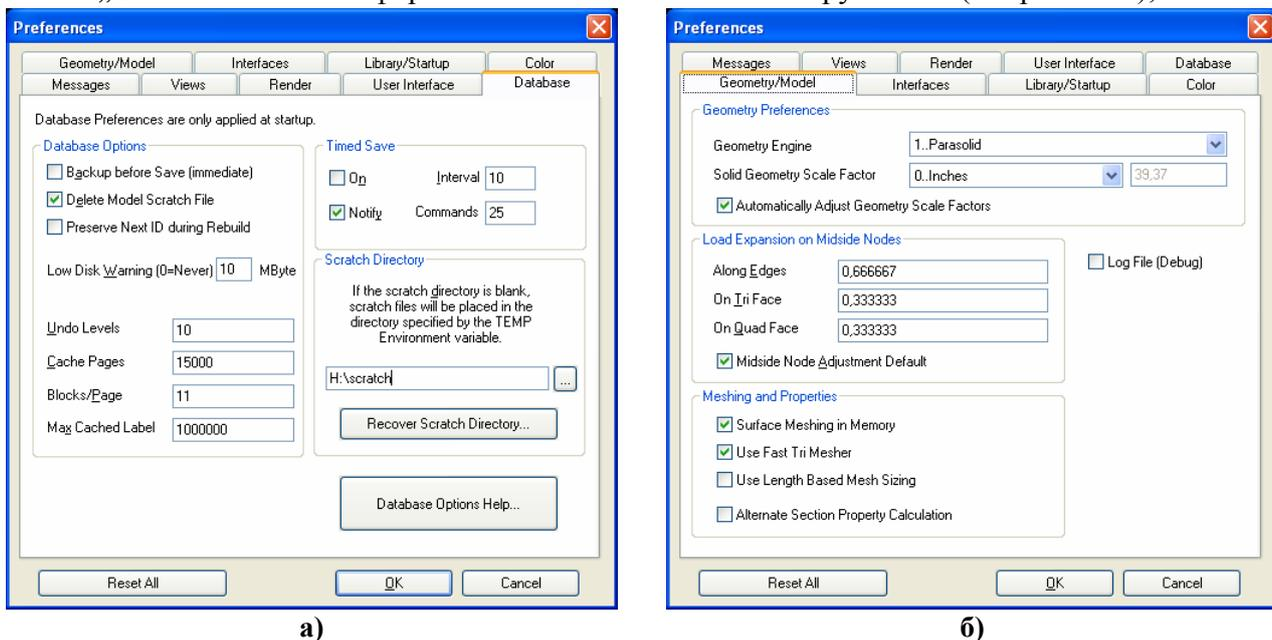

Рис.1.6. Диалоговые панели настраивания: а) – базы данных и параметров запуска; б) – параметров геометрического ядра и импорта геометрии
- „**Database**” – настраивание взаимодействия FEMAP с файлом данных проекта *.mod (см. рис.1.6-а). Опция „**Backup before Save (immediate)**” указывает на создание резервной копий файла данных проекта. Опция „**Delete Model Scratch File**” указывает на то, что временная копия файла данных проекта будет удаляться при завершении работы программы. Использование этих опций увеличивает надежность в работе с проектом. Параметр „**Low Disk Warning**” указывает, при каких размерах свободной памяти на магнитном носителе программа начнет выдавать предостережение. Параметр „**Undo Levels**” указывает на максимально возможное количество шагов назад (до 90). Параметры „**Cache Pages**” и „**Blocks/Page**” назначают размер оперативной памяти ПЭВМ, которая может быть выделенной для кэширования файла проекта (нужно значение 4 Кбт (в FEMAP 9.3 это размер одного блока памяти) умножить на значение этих двух параметров), причем этот размер рекомендуют устанавливать не больше, чем тот, что свободен при работе операционной системы (запустить „Диспетчер задач”, считать данные из поля „Физическая память”), а также соответственно рекомендациям таблицы 1.8. Параметр „**Max Cached Label**” определяет максимально возможный номер (ID) любого объекта модели. В секции „**Timed Save**” указывается, или проводить автоматически сохранение модели в файле (**Notify**), или сообщать об этом (**On**), с каким интервалом это делать (**Interval**, мин.) или после выполнения скольких команд (**Commands**). В секции „**Scratch Directory**” можно указать (изменить) пути к временным файлам проекта;
- „Geometry/Model” – установка параметров геометрического ядра и импорта геометрии (см. рис.1.6-б). В окне „Geometry Engine” можно изменить тип ядра построения геометрии (**0.Standard** или **1.Parasolid**). Параметр „Solid Geometry Scale Factor” – коэффициент перерасчета размеров при импортировании геометрии, когда изменяется метрическая система. Значение 39.37 – при переходе от миллиметров к дюймам и наоборот. „Родная” для FEMAP система – английская (дюймы). Поэтому при импортировании „своей” геометрии изменений (при значении 39.37) не происходит. При импортировании геометрии из программ, где система – миллиметры, для сохранности метрической системы коэффициент должен быть равным 1000, или ему кратным (например, 1.0 при преобразовании из миллиметров в метры). Установленная опция „Surface Meshing in Memory” указывает, что процесс создания конечных элементов (КЭ) на поверхности тела будет проводиться в операционной памяти ПЭВМ, а опция „Use Fast Tri Mesher” – что для создания треугольных КЭ будет использоваться быстрый алгоритм;